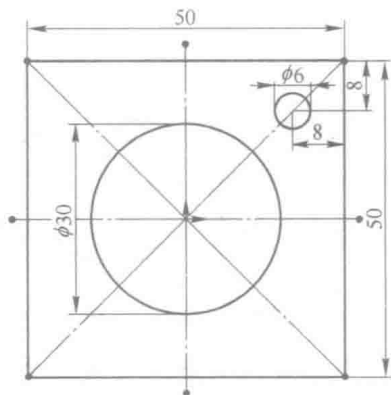

图 3-3 绘制中心线和大小圆
(3) 单击“中心线”按钮，过原点绘制水平和竖直的两条中心线。单击“圆”按钮，绘制圆心位于原点 $\phi 30$ 的大圆，另外绘制 $\phi 6$ 的小圆，小圆的圆心距离矩形上边线和右边线均为 8，如图 3-3 所示。